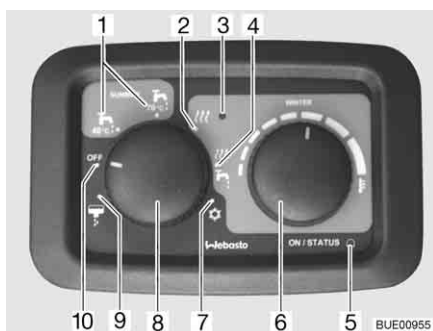

Fig. 160 Unité de commande pour chauffage/chauffe-eau
En régime hiver "Chauffage et chauffe-eau" (Fig. 160,4), l'eau du chauffe-eau est chauffée lors de la mise en marche du chauffage. Si le chauffage s'arrête à la température ambiante désirée, le chauffe-eau continue de chauffer jusqu'à réchauffement de l'eau.
En régime été (Fig. 160,1), seulement l'eau du chauffe-eau est chauffée à 40 °C ou 70 °C.
L'alimentation électrique pour l'appareil **ne peut pas** être coupée par l'interrupteur principal 12 V. En cas de dysfonctionnement, le voyant de contrôle "Fonctionnement/Dysfonctionnement" (Fig. 160,5) clignote en alternance en vert et en rouge.
En régime hiver, le chauffe-eau est déjà en marche en position "Chauffage et chauffe-eau" (Fig. 160,4).
- Régler l'interrupteur tournant "Mode de fonctionnement" (Fig. 160,8) sur le régime été "40 °C" ou "70 °C" (Fig. 160,1) ou sur le régime hiver "Chauffage et chauffe-eau" (Fig. 160,4).
Le voyant de contrôle "Fonctionnement/Dysfonctionnement" (Fig. 160,5) est allumé en vert.
- Régler l'interrupteur tournant "Mode de fonctionnement" (Fig. 160,8) sur "OFF" (Fig. 160,10).
Le voyant de contrôle "Fonctionnement/Dysfonctionnement" (Fig. 160,5) s'éteint.
- Avec des températures ambiantes inférieures à 6 °C, régler l'interrupteur tournant "Mode de fonctionnement" (Fig. 160,8) sur le régime été ou sur le régime hiver "Chauffage et chauffe-eau" pour que la valve de sécurité et de vidange ne s'ouvre pas.
- Sur l'unité de commande, régler et maintenir l'interrupteur tournant "Mode de fonctionnement" (Fig. 160,8) au minimum pendant 5 secondes sur la position "Vidange chauffe-eau" (Fig. 160,9). Le chauffe-eau est vidé à l'extérieur par le biais de la valve de sécurité et de vidange.
Lorsque le mode "Chauffage et chauffe-eau" est choisi, bien que le chauffe-eau soit vide, le voyant de contrôle "Pas d'eau" clignote (Fig. 160,3). Dans ce cas, remplir le chauffe-eau avec de l'eau.